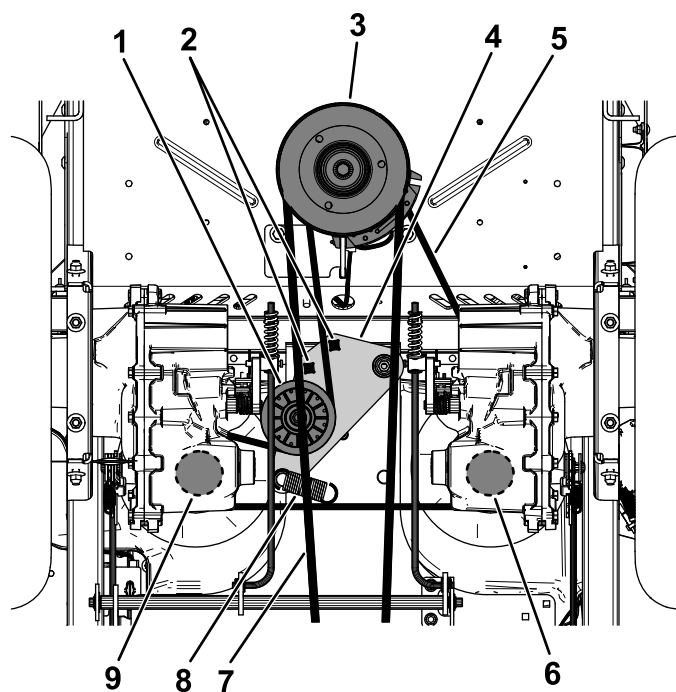

Figure 65
5. Insérez un rochet de 1/2 pouce ou une barre de levier dans l'un des trous carrés du bras de la poulie de tension pour détendre le ressort de la poulie de tension (Figure 65).
6. Retirez la courroie existante de la poulie de tension, des 2 poulies d'entraînement de pompe hydraulique et de la poulie du moteur (Figure 65).
7. Chaussez la courroie neuve sur la poulie de tension, la poulie du moteur et les 2 poulies de la pompe hydraulique (Figure 65).